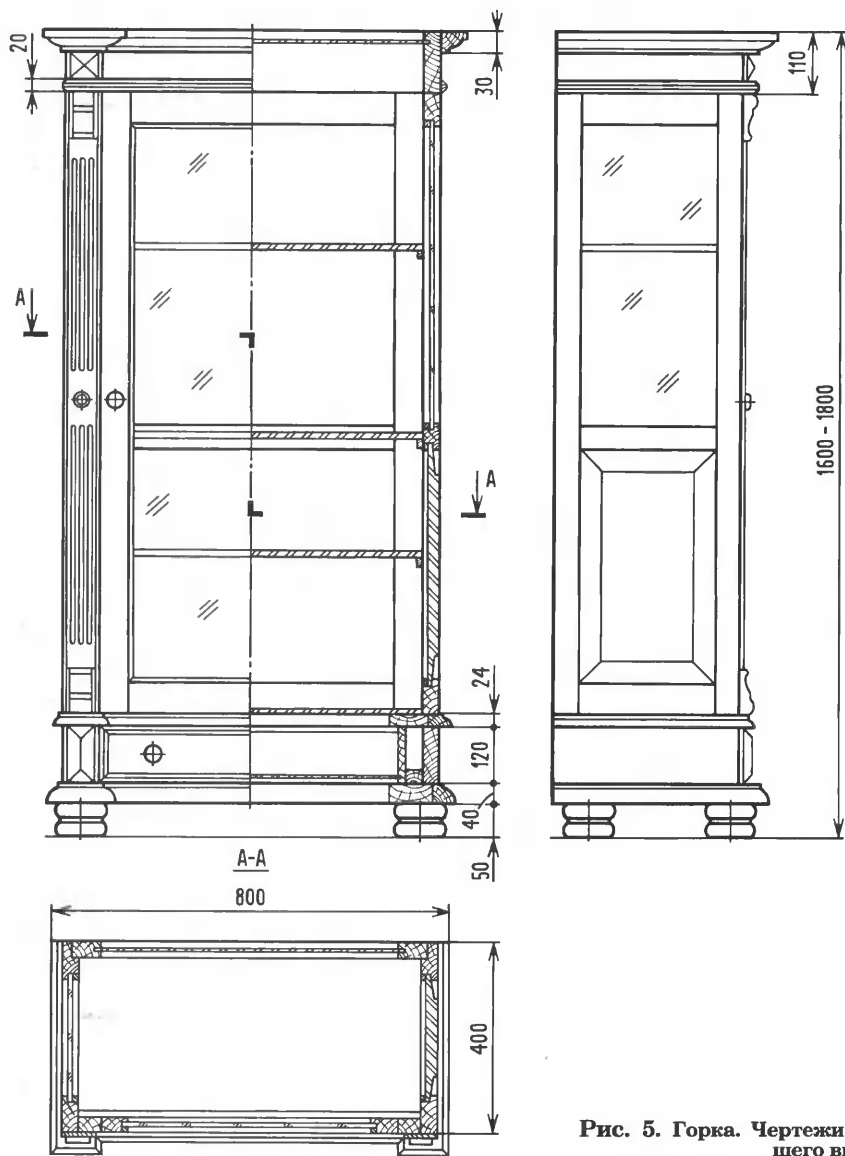

Рис. 5. Горка. Чертежи общего вида.
**Горка.** (рис. 5) — неразборное однокорпусное изделие. Конструкция ее аналогична конструкции буфета. В плане она может быть прямоугольной и угловой, устанавливаемой в угол комнаты. Такая горка занимает меньше площади комнаты, но ее полезный объем уменьшается примерно в два раза.